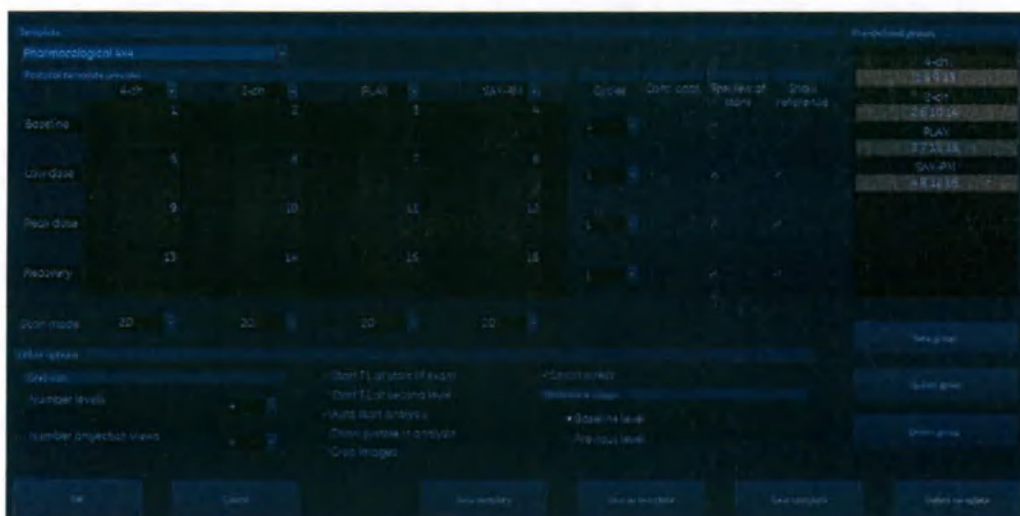

Рис. 7-12. Экран редактирования шаблона
Откроется экран *Template Editor* (Редактор шаблонов) (см. Рис. 7-12).
1. Введите количество уровней и проекций в поле *Grid size* (Размер сетки) (см. Рис. 7-12).
1. Установите флажок (флажки) для отображения таймера (таймеров) в соответствии с задачами исследования (см. Рис. 7-12).